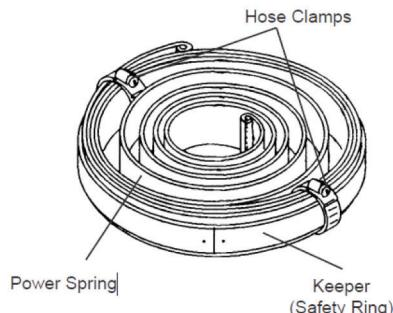

Fig. 12
- 8.** Proteja sus manos con guantes gruesos. Antes de retirar el resorte, asegúrelo con bridas para mantener las espiras del resorte juntas y sujetas entre ellas (fig. 12), puede ayudarse de unos alicates. Entonces extraiga el resorte suavemente.